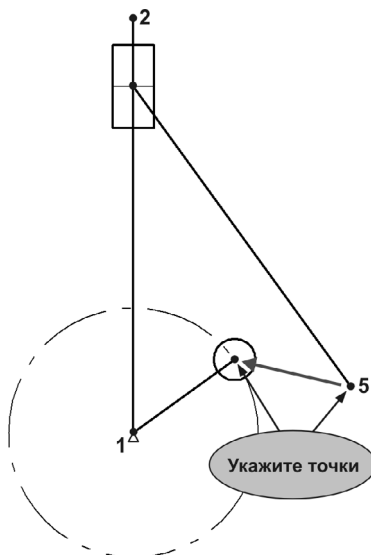

Рис. 62.19.
8. Чтобы связать шарнир с шатуном, щелкните в центральной точке окружности и точке 5 (рис. 62.19).